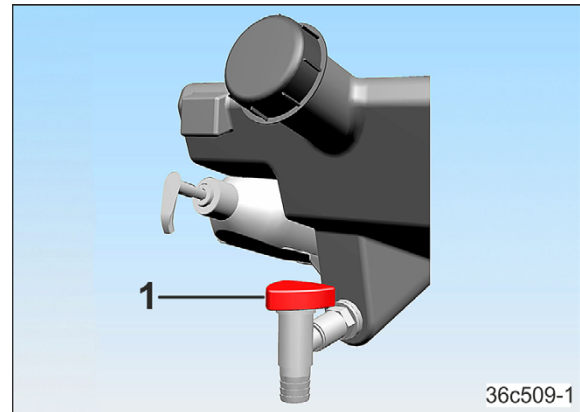

Fig. 256
- åpne tappekranen (Fig. 256/1) og tapp av vannet fra håndvasktanken.